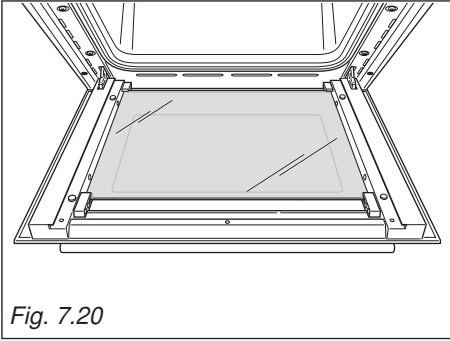

Fig. 7.20
- Décrochez doucement la vitre centrale des pinces inférieures en la déplaçant comme illustré sur la fig. 7.20.